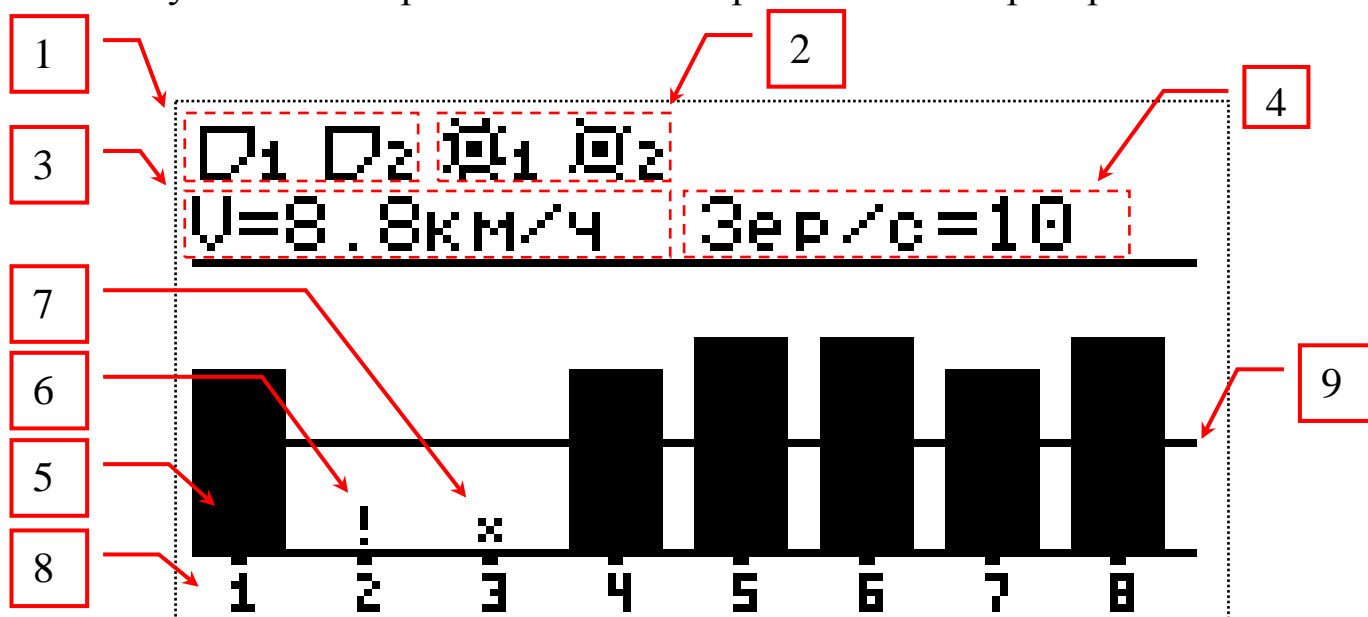

Рисунок 3 Главный экран
- Главный экран, см. «Рисунок 3».
Затем на экране отображается главный экран (см. «Рисунок 3») и система готова к работе.
На «Рисунок 3» изображен Главный экран панели оператора.
- Находясь на главном экране (см. «Рисунок 3»), нужно вызвать главное меню нажатием кнопки **«Меню»**;